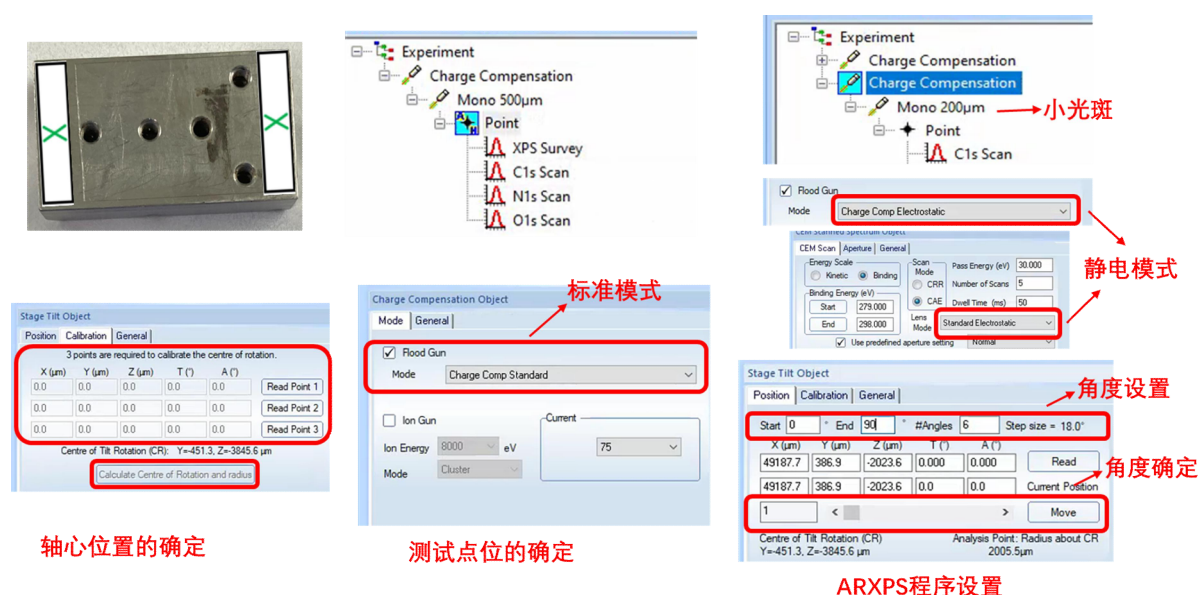

图 18 ARXPS 程序设置步骤
- (1) 实验前, 需找到样品架轴心位置; 制样时尽量将样品放置在小样品台的轴心位置, 并在两端贴上“X”标记, 以便后续轴心计算工作的展开。样品制备如图 18 左上角所示。
- (2) 确保各角度得到的中心位置偏离小于 $100\mu\text{m}$ (最好在 $50\mu\text{m}$ 内)
- (3) 轴心位置的读取
- (4) 参照图 18 中间部分, 插入荷电中和枪、X-Ray、测试点(勾选 Auto-high)确定测试高度, 注意: 此时荷电中和枪为标准模式。
- (5) 角分辨数据采集参数设置: 选择**小光斑**、中和枪以及图谱采集模式均设置为**静电模式**, 参照图 18 右边部分。